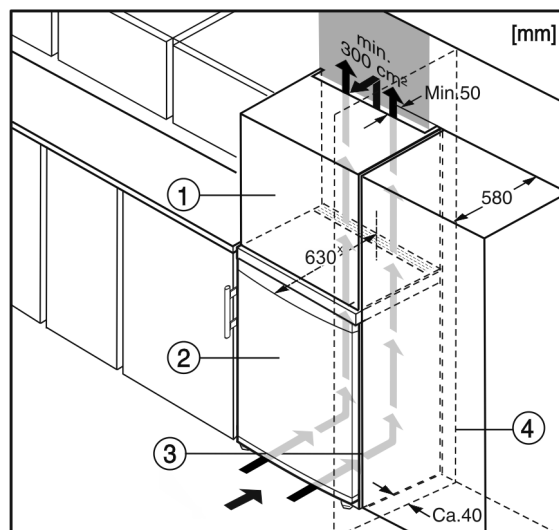

Fig. 6
- (1) Élément haut
- (2) Appareil
- (3) Placard de cuisine
- (4) Mur
L'appareil peut être entouré de meubles de cuisine. Pour adapter l'appareil Fig. 6 (2) à la hauteur des placards de la cuisine intégrée, on peut placer un élément haut Fig. 6 (1) au-dessus de l'appareil.*
Lors de la transformation avec des placards de cuisine (profondeur max. 580 mm), l'appareil peut être placé directement à côté du placard de cuisine *Fig. 6 (3)*. L'appareil dépasse latéralement de 34 mm* et de 50 mm* au centre de l'appareil par rapport à la face avant du placard de cuisine.*
Si l'appareil est installé avec les charnières à côté d'un mur *Fig. 6 (4)*, la distance entre l'appareil et le mur doit être de 40 mm min. Ceci correspond à la saillie de la poignée lorsque la porte est ouverte.